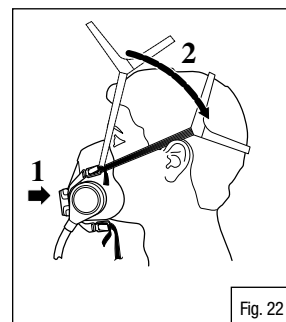

Fig. 22
1. Com a mangueira de suprimento de ar conectada à válvula de controle de ar, coloque o respirador sobre a boca e nariz. (Fig. 22)
2. Puxe os tirantes da cabeça por cima da cabeça. (Fig. 22)